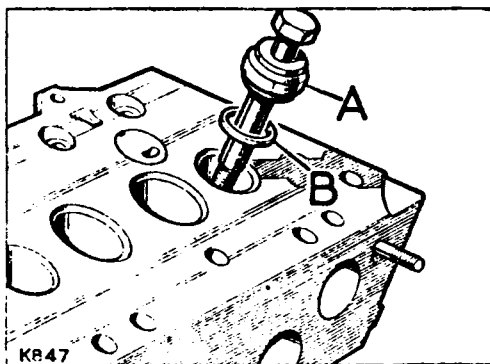

Fig. A4-82.- Montaje del asiento postizo de válvula.
- 2.10.- Para continuar la operación es preciso desmontar las guías. Después de limpiar con cuidado el asiento se hará uso de un tornillo y tuerca adecuado, para utilizarlo en combinación con la herramienta especial, A, (Fig. A4-82). Con la herramienta en la posición que se indica en la figura se utilizará suavemente el nuevo asiento B en su alojamiento.